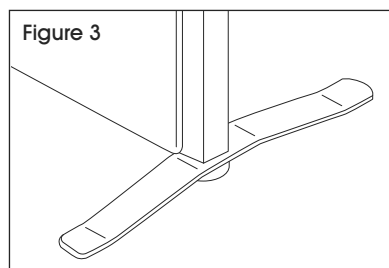

Figure 3
3. Serrez le patin de nivellement et l'écrou à l'aide de la clé. (Voir Figure 3)